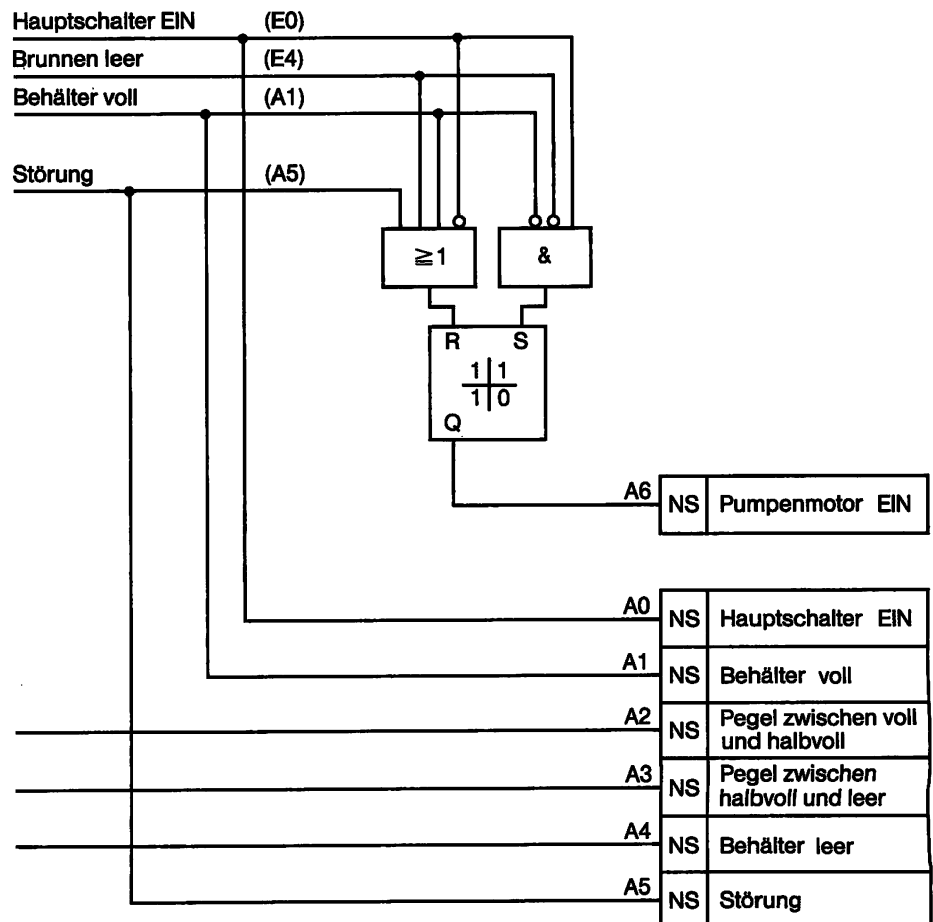

Bild F42.1
c) Einen Vorschlag für den FUP zeigt das Bild F42.1.